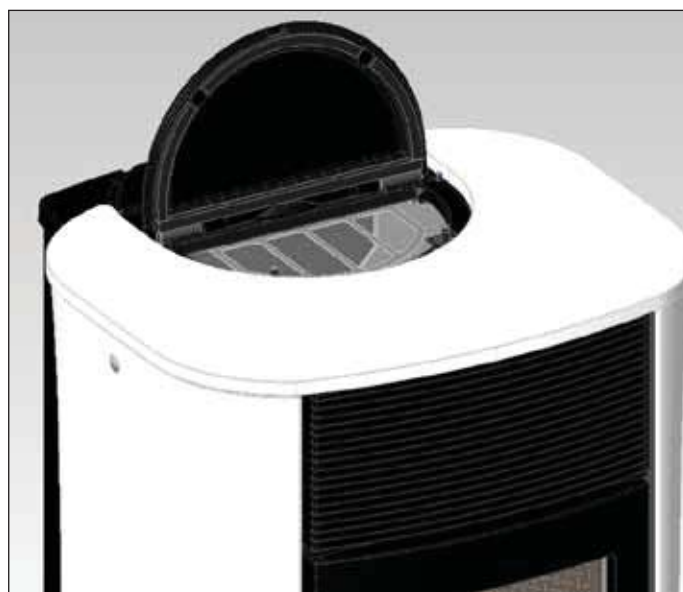

fig. 2
- Poner en la parte delantera un elemento tapabocas corto (B - fig. 2) y en la parte trasera un elemento tapabocas largo (C - fig. 2).